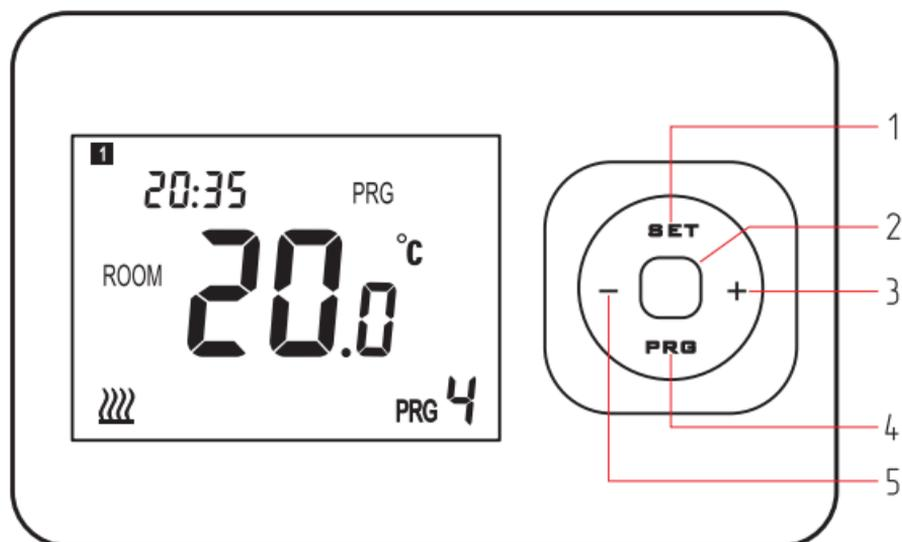

Рис.2 Элементы управления терморегулятора
- Подключите провода к клеммной колодке приемника в соответствии с электрической схемой (**Рис.2**). При работе с электрическим отопительным котлом его следует подключать к контактам NO и COM приемника, как показано на **Рис.2**.
- Для включения прибора нажмите кнопку «ВКЛ» (Рис.2, поз.2), расположенную на передней панели прибора;
- Нажмите кнопку «SET» (Рис.2, поз.1) и удерживайте её в течение 3-х секунд, чтобы войти в интерфейс настройки;
- Изменение параметров производится с помощью кнопок «+» (Рис.2, поз.3) или «-» (Рис.2, поз.5) при мигающем символе минут или часа. Нажмите кнопку «SET» для перехода к следующему символу;
- Ручной режим позволяет поддерживать температуру, ранее установленную с помощью кнопок «+» или «-». Во время установки температуры загорается надпись «SET» на дисплее. При снижении температуры воздуха в помещении ниже установленной, размыкается контакт «NC» и замыкается контакт реле «NO» (см. Рис.2). При этом на дисплее загорается символ , нагрев включен.
- Отображение установленной температуры можно зафиксировать на дисплее, если войти в режим настройки параметров терморегулятора и в меню №10 установить (1).
1. Нажмите кнопку «PRG» (**Рис.2, поз.4**) и удерживайте её в течение 3-х секунд, чтобы войти в режим программирования периодов.